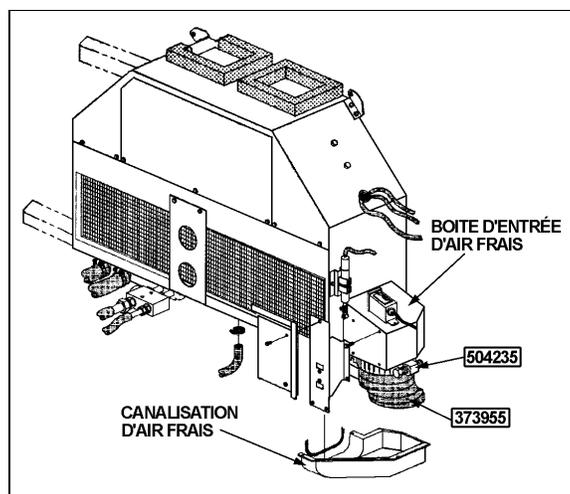

FIGURE 1
3. Retirer la canalisation d'air frais (voir figure 1).
5. Installer le tuyau flexible (373955) sur la bride d'attache (373996) et le fixer à l'aide d'un collier de serrage (504235) (figure 1).